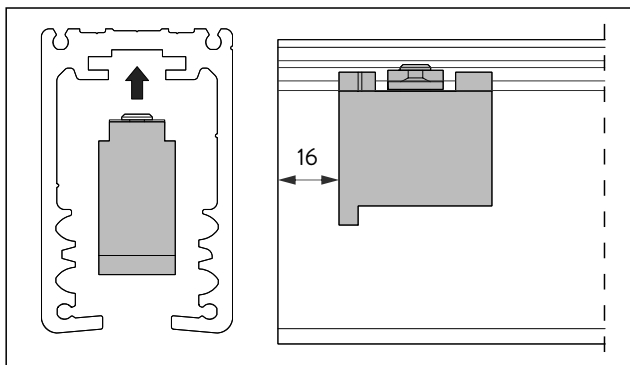

Abb. 5 Drehpunktaufnahme einsetzen
13. Die Drehpunktaufnahme mit einem Abstand von 16 mm zur Laufschienekante positionieren (Abb. 5).